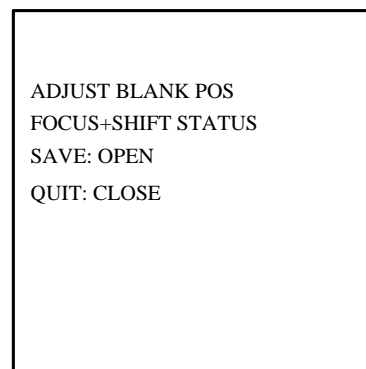

Figura 3.3.25
1. Utilice el joystick o los cursores para posicionar el cursor al lado de *SET BLANK* y presione *IRIS+* para acceder al menú (figura 3.3.25). Aparecerá una ventana color púrpura (el color dependerá del modelo).